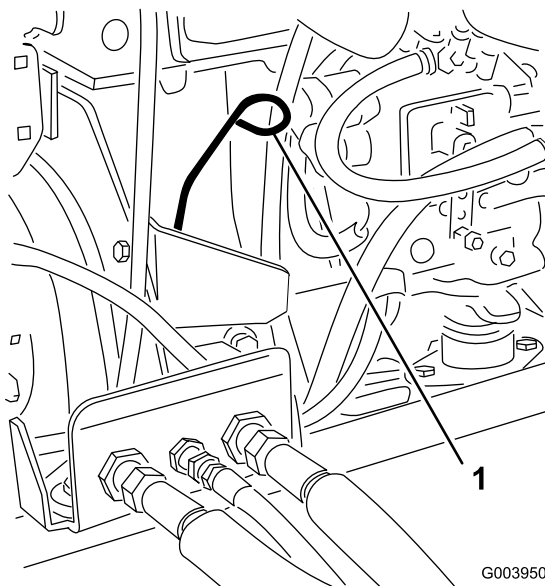

Figura 27
3. Togliete l'asta di livello, asciugatela e reinseritela (Figura 27).